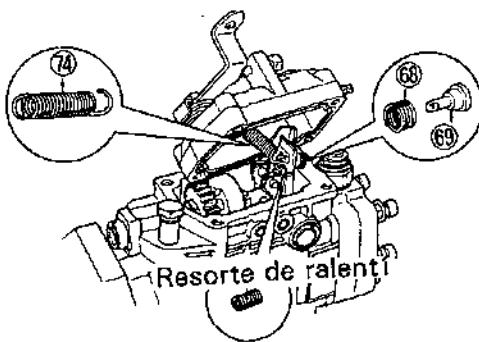

Figura.14-61 Instalación de la cubierta del regulador (2)
(2) Instale el resorte del amortiguador ⑥8 en el asiento del resorte ⑨9. Inserte el asiento del resorte por la palanca de tensión y enganche el extremo libre del resorte de control ⑦4 en el asiento del resorte ⑨9. (Vea la figura.14-61)
(3) Para los reguladores del tipo (M-M), coloque el eje de control de velocidad por la palanca de tensión y ponga entonces el resorte de amortiguador en el eje de control e instale el anillo de retención.